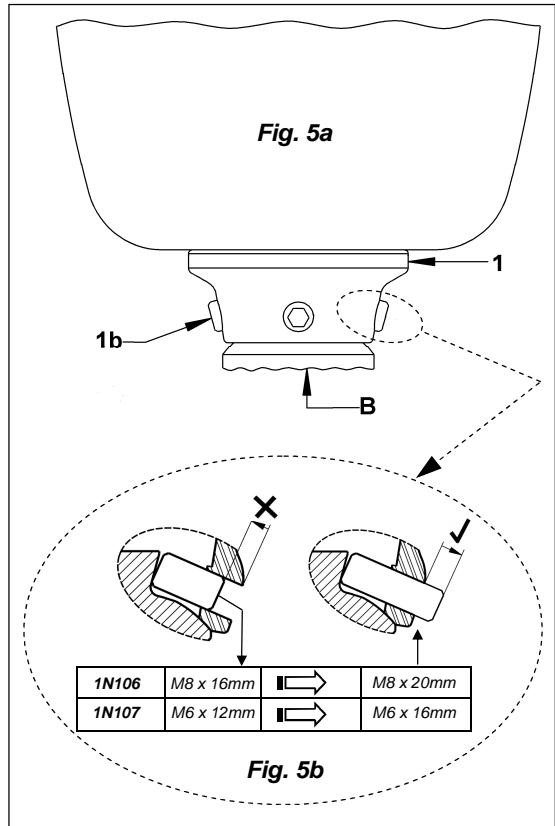

Fig. 5b
Si une des vis **1b** s'avère trop courte, la remplacer par une des vis **5** plus longue contenue dans le conditionnement (M8x20 pour **1N106** et M6x16 pour **1N107**) Voir Fig. 5b
- x2 headless hexagonal socket screws **5** (see Use §E => Fig. 5b) :